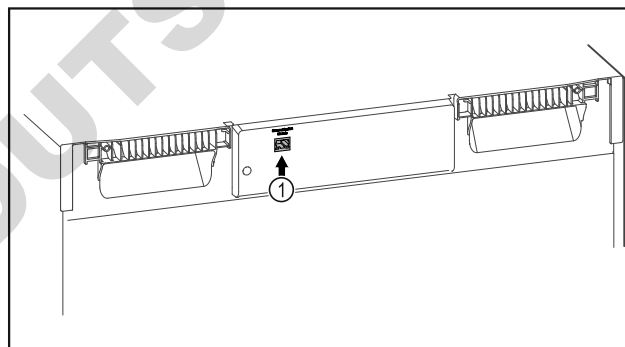

Fig. 105
- Le SmartModule Fig. 105 (1) est en place.